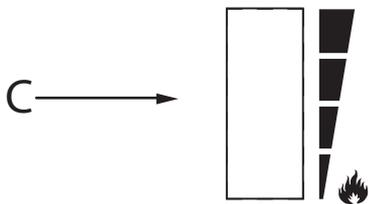
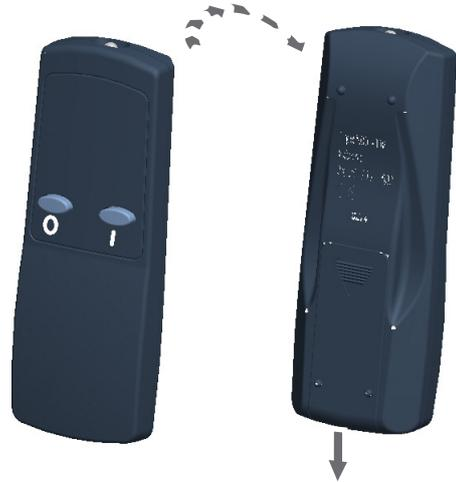

Fig.2
Fig.7
(Zie Afb.2 voor een schema van de handbediening)
Op het bedieningspaneel dient schakelaar A (zie Afb.2) op de 'AAN' ( I )-stand te staan om de afstandsbediening te kunnen gebruiken. De afstandsbediening is voorzien van 2 toetsen. (Zie Afb.7)
1. Schuif het batterijklepje op de achterkant van de afstandsbediening open. (Zie Afb.7)